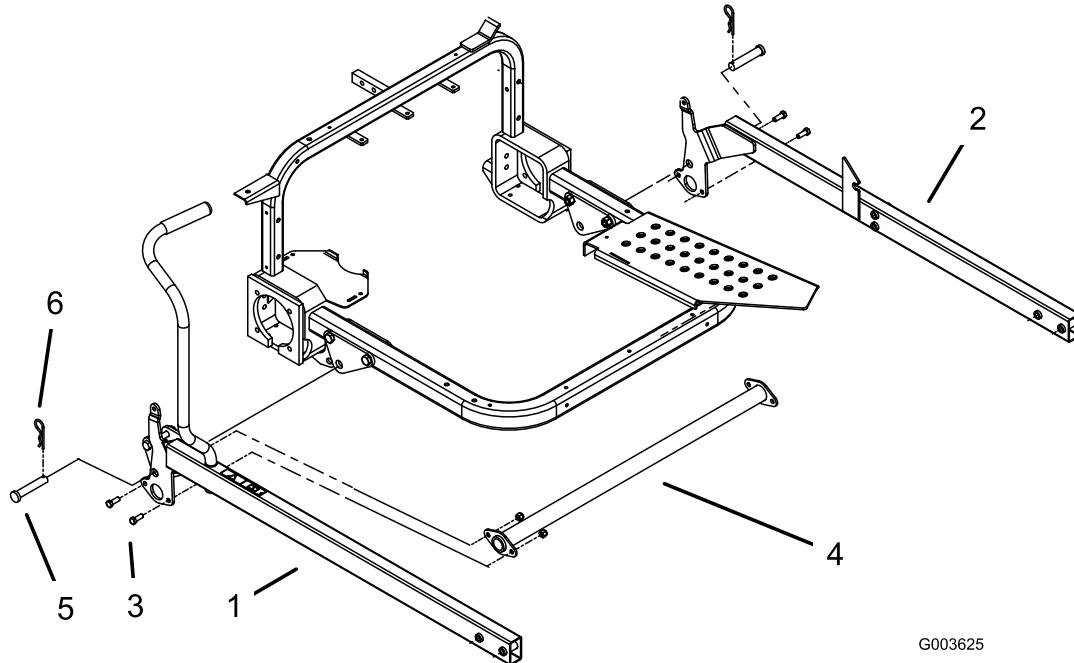

图 23
1. 调整提升臂位置使每个提升臂支架的安装孔与安装支架中的孔对齐图 23。
2. 使用柱销和发卡销将右提升臂固定到安装支架上图 23。
3. 用 2 个螺栓 $\frac{3}{8}$ x 1 英寸和锁紧螺母 $\frac{3}{8}$ 英寸将扭力管的一端松散地安装到右提升臂上请参阅图 23。
4. 使用柱销和发卡销将左提升臂固定到安装支架上图 23。
5. 用 2 个螺栓 $\frac{3}{8}$ x 1 英寸和锁紧螺母 $\frac{3}{8}$ 英寸将扭力管的另一端松散地安装到左提升臂上请参阅图 23。
4. 拧紧将扭力管末端固定到提升臂的螺栓和锁紧螺母图 23。